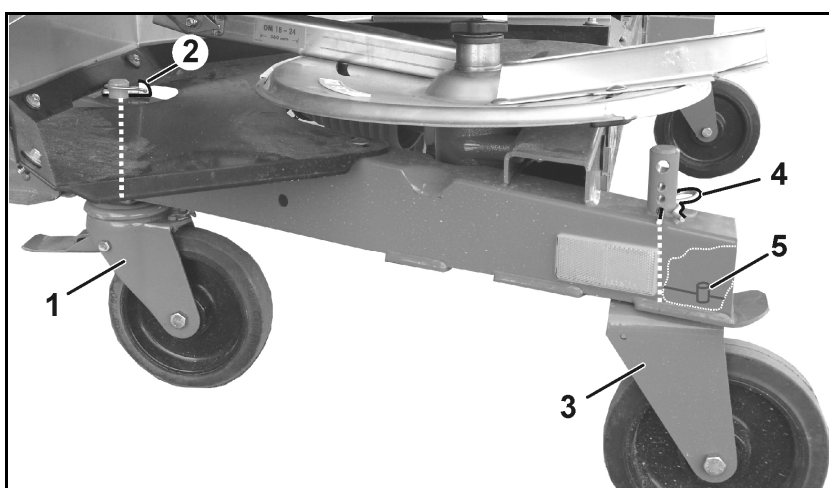

図 41
5. 前側の可動ブレーキホイール (図 41/1) を
- 取り付け、リンチピン (図 41/2) で固定します。
6. 後部の固定ローラー (図 41/3) は
- 取り付けて、R ピン (図 41/2) で一番下の差し込み穴に固定します。
固定ローラーの取り付け時には、ピン (図 41/5) がフレームの穴に入り、ローラーを縦方向で保持するようにしてください。